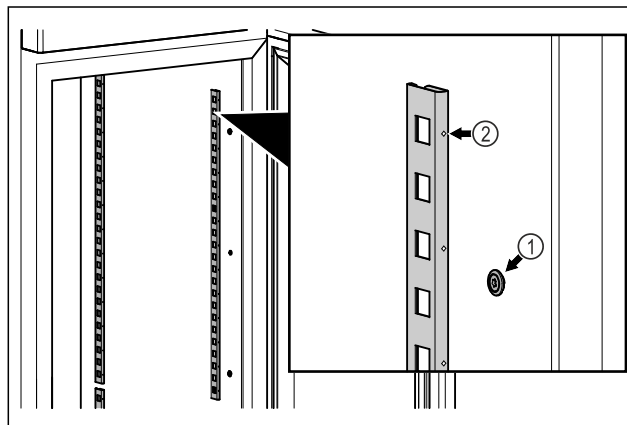

Fig. 17 Príklad zobrazenia
- ▶ Koľajničky zaveste do závesu Fig. 17 (1). Označenie Fig. 17 (2) musí ukazovať dopredu.